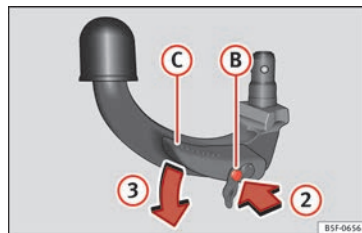

Fig. 227 Passo 2
- Pressione o perno de desbloqueio ② no sentido da seta ② e, ao mesmo tempo, pressione a alavanca ③ no sentido da seta ③ até ao limite »» Fig. 227.